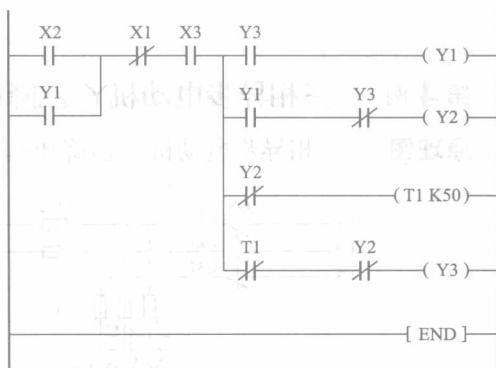

图 14 三相异步电动机 Y- $\Delta$  降压电路
(3) 三相异步电动机 Y- $\Delta$  降压电路三菱 FX2N 系列 PLC 控制梯形图如图 14 所示。